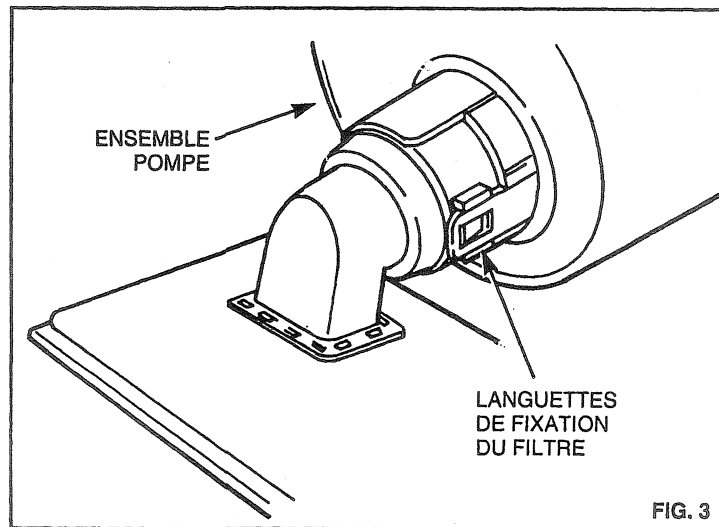

FIG. 3
G) Se procurer la nouvelle pompe. S'assurer que le joint soit proprement installé au-dessous de la bride de fixation de la pompe. Vérifier que les languettes de fixation du filtre soient correctement engagées dans la pompe. (Voir Fig.3) Si la pompe comporte une jauge de niveau d'essence s'assurer que le bras du flotteur se déplace librement.